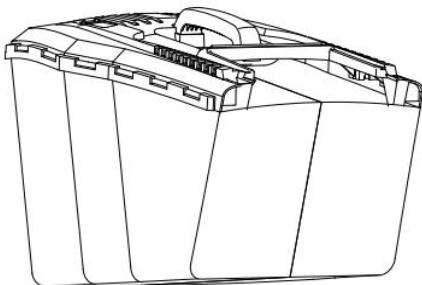

Рис. 4
- a. Вставьте защелку рукоятки (15a) в отверстия в верхней части травосборника (15).
- c. Сдвиньте зажимные втулки (15c) на раму (15b) (Рис. 4).